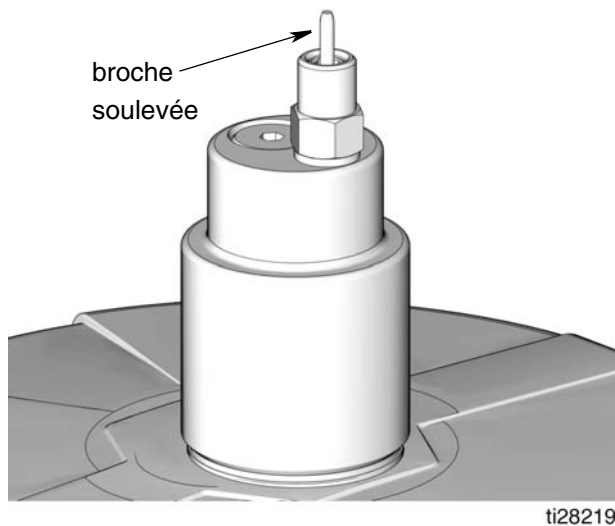

FIG. 22
3. Retirer le couvercle jaune du manchon de raccordement de remplissage (M).
4. Raccorder le tuyau d'alimentation (J) entre la pompe de la station de remplissage à distance (F) et le port du manchon de raccordement de remplissage marqué d'un "I".
5. Démarrer la pompe de la station de remplissage à distance (F).
6. Lorsque le réservoir G3 (D) est rempli :
- la pompe de la station de remplissage à distance (F) cale (débit nul),
- la broche d'arrêt d'auto-remplissage (B) est soulevée, comme montré à FIG. 22.
- le manomètre (R) se soulève jusqu'à la pression de service de la pompe de remplissage.